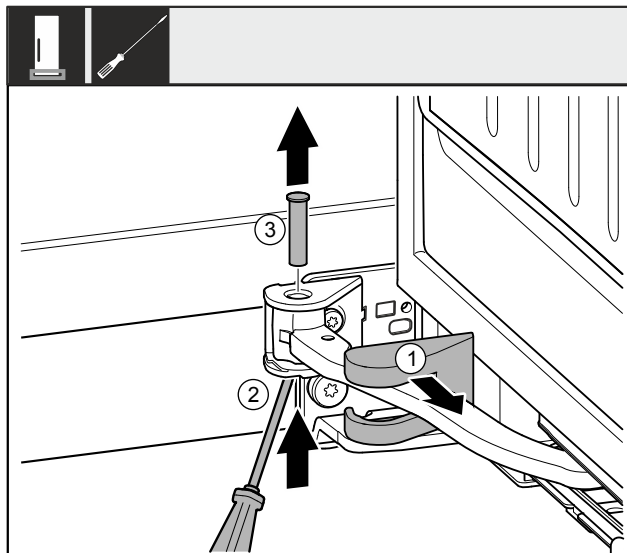

Fig. 9
- ▶ Noņemiet gultņa balsta pārsegu Fig. 9 (1) un bīdiet gar šarnīru.
- ▶ Paceliet no apakšas tapu Fig. 9 (2) ar skrūvgriezi.
- ▶ Izvelciet ārā tapu Fig. 9 (3) no augšas.